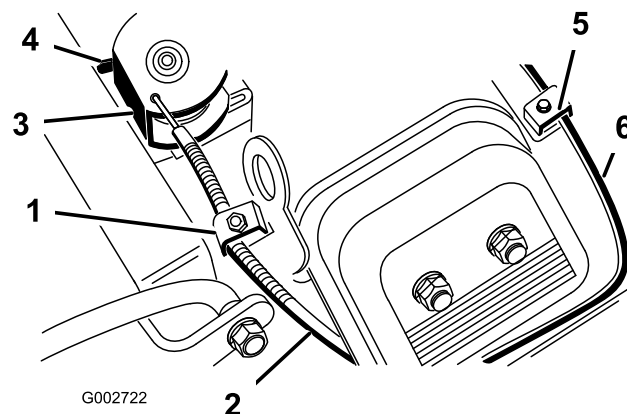

Figura 37
2. Afloje el tornillo de la abrazadera que fija el cable al motor (Figura 37).
4. Tire firmemente del cable del acelerador hasta que la parte trasera del pivote entre en contacto con el tope (Figura 37).
4. Tire firmemente del cable del estarter (Figura 37) hasta que la palomilla esté cerrada del todo, luego apriete el tornillo de la abrazadera.